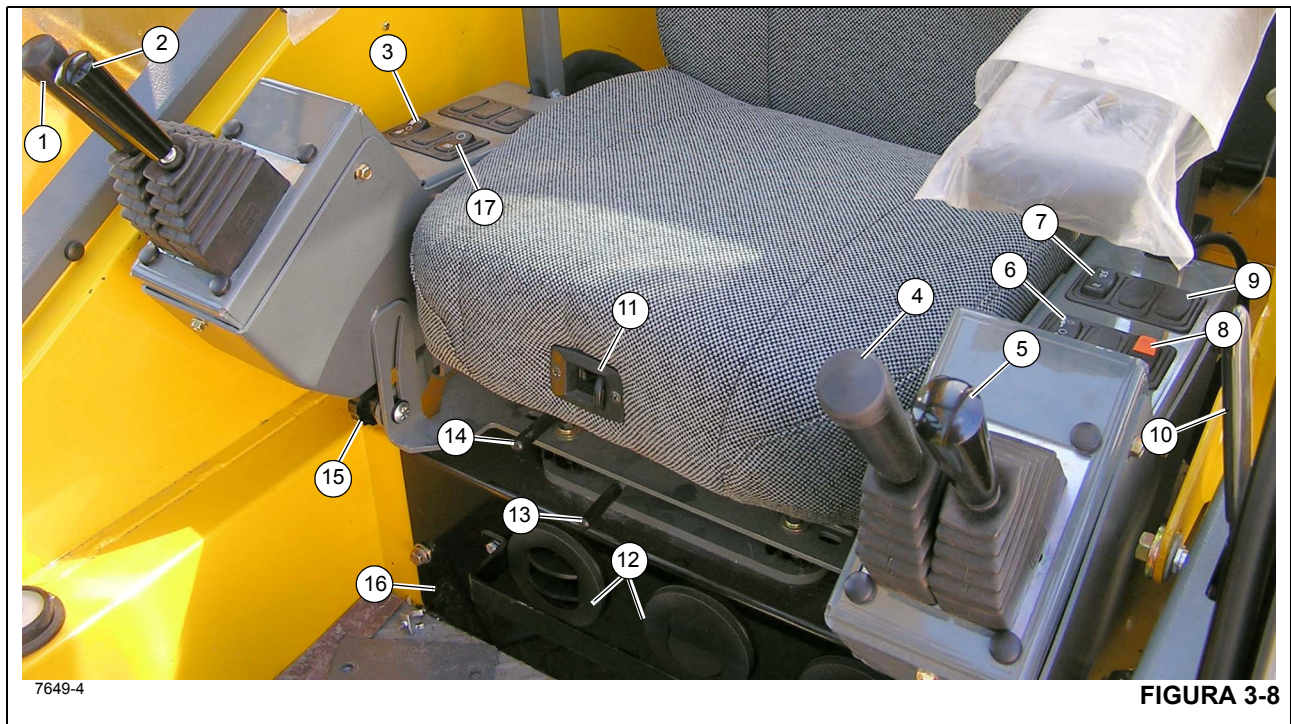

Figura 3-8 - Números de artículos
El indicador de diferencial del eje bloqueado (22) (Figura 3-6) se encuentra en la pantalla de medidores en la columna de dirección. Este indicador se ilumina en ámbar después de mover el interruptor de bloqueo del diferencial (10) (Figura 3-8) a la posición de BLOQUEO con los interruptores de bloqueo del diferencial del vehículo en cada eje cerrados. En la posición de BLOQUEO, no hay acción diferencial entre las ruedas.
El control del malacate principal (1) (Figura 3-8) se encuentra en el apoyabrazos derecho. Cuando se mueve la palanca hacia adelante, el cable desciende. Cuando se tira hacia atrás, el cable se eleva.
El control de elevación de pluma (2) (Figura 3-8) se encuentra en el apoyabrazos derecho. Cuando la palanca se coloca hacia adelante, se baja la pluma, o cuando se la coloca hacia atrás, se eleva la pluma.
El interruptor selector de velocidad del malacate principal (3) (Figura 3-8) es un interruptor de contacto mantenido, de tres posiciones (alta/apagado/baja), que se encuentra en el apoyabrazos derecho. Si se coloca el interruptor en la posición alta, esto habilita las funciones del malacate y energiza el solenoide de alta velocidad del malacate principal, lo que tiene por resultado altas velocidades del cable. Si se coloca el interruptor en la posición central de apagado, esto evitará el funcionamiento del malacate. Si se coloca el interruptor en la posición baja, esto habilita las funciones del malacate principal y desenergiza el solenoide de alta velocidad del malacate principal, lo que tiene por resultado bajas velocidades del cable.
El control de telescopización o del malacate auxiliar (TELE o AUX) (4) (Figura 3-8) se encuentra en el apoyabrazos izquierdo. La palanca controla las funciones de telescopización cuando la grúa no está provista de malacate auxiliar. Empuje la palanca de control hacia adelante para extender la pluma, o tire de la palanca de control hacia atrás para retraerla.
El interruptor selector de velocidad del malacate auxiliar (6) (Figura 3-8) es un interruptor de contacto mantenido, de tres posiciones (alta/apagado/baja), que se encuentra en el apoyabrazos izquierdo. Si se coloca el interruptor en la posición alta, esto habilita las funciones del malacate auxiliar y energiza el solenoide de alta velocidad del malacate auxiliar, lo que tiene por resultado altas velocidades del cable. Si se coloca el interruptor en la posición central de apagado, esto evitará el funcionamiento del malacate. Si se coloca el interruptor en la posición baja, esto habilita las funciones del malacate auxiliar y desenergiza el solenoide de alta velocidad del malacate auxiliar, lo que tiene por resultado bajas velocidades del cable.
El interruptor de dirección trasera (7) (Figura 3-8) es un interruptor tipo basculante de tres posiciones, con retorno por resorte a la posición de apagado, y se encuentra en el apoyabrazos izquierdo. Presione la parte inferior del interruptor para accionar una válvula de control que gira las ruedas traseras hacia la izquierda, lo cual hace que la grúa vire hacia la derecha. Presione la parte superior del interruptor para accionar una válvula de control que gira las ruedas traseras hacia la derecha, lo cual hace que la grúa vire hacia la izquierda. Cuando las ruedas no están centradas, la luz del indicador de ruedas traseras no centradas en la columna de dirección se enciende. Cuando se suelta el interruptor, éste vuelve a la posición central de apagado.
El interruptor del freno de giro (8) (Figura 3-8) se encuentra en el apoyabrazos izquierdo. Este interruptor de dos posiciones (ON/OFF) sirve para regular una válvula hidráulica que envía un caudal de presión regulada hacia el freno de giro y desde el mismo. Al colocar el interruptor en la posición ON se aplica el freno de giro y al colocarlo en OFF se suelta el freno de giro. Cuando el interruptor está en la posición de encendido, la luz indicadora roja en la columna de dirección se ilumina. El interruptor tiene un bloqueo para evitar el accionamiento inesperado.
El control de bloqueo del diferencial (Axle Diff) (9) (Figura 3-8) se encuentra en el apoyabrazos izquierdo. Es un interruptor momentáneo de dos posiciones rotulado LOCK (bloquear) y UNLOCK (desbloquear). Con el control en la posición LOCK, las estrías del collar de cambios se engranan en las estrías de la caja del eje para unir el conjunto de diferencial y los semiejes y así eliminar el efecto diferencial entre las ruedas. En la posición UNLOCK existe un efecto diferencial entre las ruedas en todo momento. El indicador ámbar en la columna de dirección se ilumina cuando el interruptor en cada eje se activa.
Utilice la palanca del mecanismo de desbloqueo de la puerta de la cabina (10) (Figura 3-8) para abrir o cerrar la puerta de la cabina desde el interior de la cabina.
Para ajustar el respaldo del asiento, presione la perilla de ajuste (11) (Figura 3-8) y luego ajuste el asiento según sea necesario.
La unidad de control de climatización del acondicionador de aire/calefactor de la cabina de la grúa (16) (Figura 3-8) se encuentra en la cabina, debajo del asiento del conductor. Los registros (12) forman parte de la unidad de control de climatización y se pueden ajustar para dirigir el flujo de aire.
El movimiento de la palanca de deslizamiento del asiento (13) (Figura 3-8) sólo deslizará el asiento, hacia adelante o hacia atrás.
El movimiento de la palanca de deslizamiento del bastidor del asiento (14) (Figura 3-8) deslizará el asiento y el bastidor del asiento hacia adelante o hacia atrás.
El apoyabrazos y los controles del apoyabrazos se pueden ajustar por medio de la perilla de ajuste (15) (Figura 3-8). Afloje la perilla y gire todo el apoyabrazos a la posición deseada, vuelva a apretar la perilla una vez que se haya terminado de realizar el ajuste.
superior de cada palanca de control de malacate (1, 4) (Figura 3-8). Cada indicador se controla electrónicamente por medio de una señal de entrada recibida de un sensor instalado en el malacate correspondiente y una señal de salida de un módulo de control. Cada palanca de control de malacate (1, 4) vibra cuando su malacate está funcionando de manera que el pulgar del operador pueda sentirlo.
El interruptor de aumento hidráulico (17) (Figura 3-8) se encuentra en el apoyabrazos derecho. Este interruptor de dos posiciones se utiliza para controlar la válvula selectora de aumento de velocidad alta. Cuando se coloca el interruptor en la posición de encendido (ON), se energiza la válvula de solenoide. En este estado, la válvula de solenoide detiene el caudal de aceite de la sección N° 2 de la bomba N° 1 a la válvula de dirección trasera/estabilizadores. La válvula de retención de leva se abre para combinar este caudal de aceite con el caudal entregado por la sección N° 1 de la bomba N° 1.